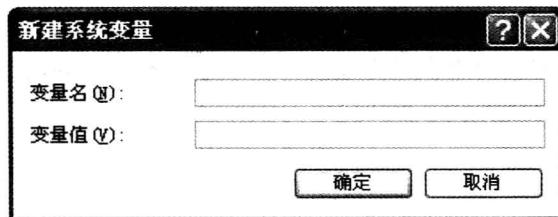

图 1.4 “新建系统变量”对话框
③ 在对话框中的“系统变量”选项区域中单击“新建”按钮，打开“新建系统变量”对话框，如图 1.4 所示。